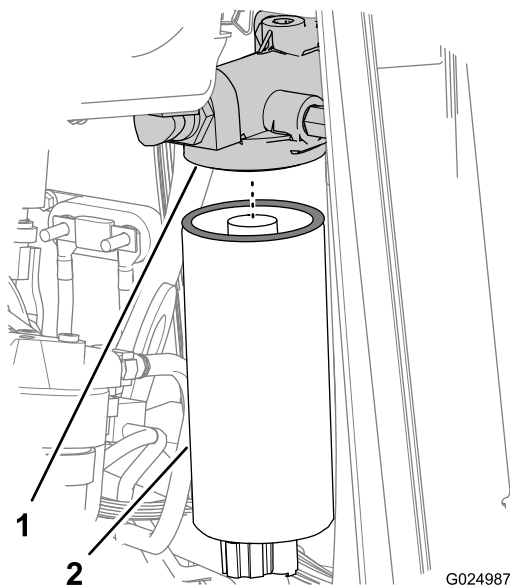
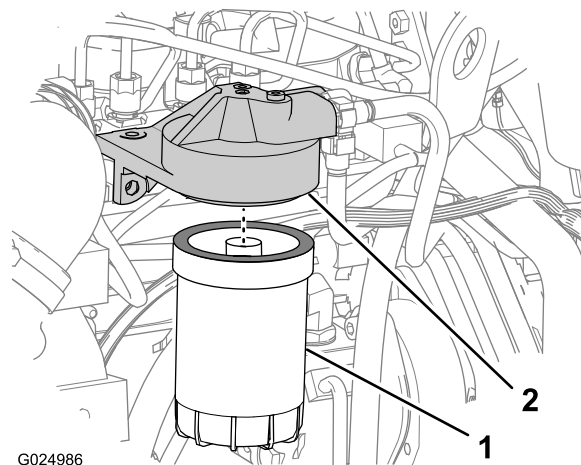

Figura 79
Figura 80
7. Afloje y retire el filtro de combustible primario (Figura 79).
9. Afloje y retire el filtro de combustible secundario (Figura 80).
1. Limpie con un trapo las superficies de sellado de los adaptadores de los filtros de combustible primario y secundario (Figura 79 y Figura 80).
3. Instale el filtro de combustible primario en el adaptador del filtro, y apriete el filtro hasta que la junta entre en contacto con la superficie del cabezal del filtro (Figura 79).
6. Instale el filtro de combustible secundario en el adaptador del filtro, y apriete el filtro hasta que la junta entre en contacto con la superficie del cabezal del filtro (Figura 80).